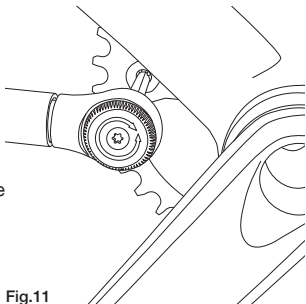

Fig.11
- Apriete con una llave dinamométrica los tornillos a 8 Nm (71 in.lbs) (Fig. 11).